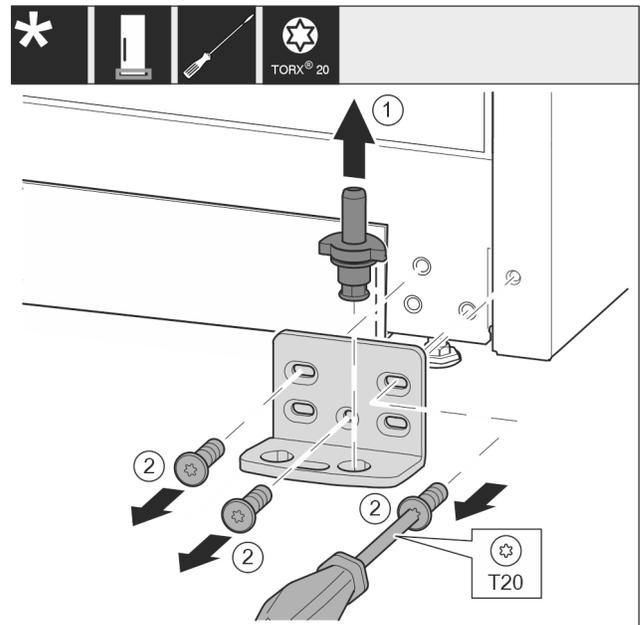

Fig. 14
- ▶ Retirer entièrement l'axe de palier Fig. 14 (1) par le haut.
- ▶ Desserrer les vis Fig. 14 (2) avec un tournevis et retirer le support de palier.